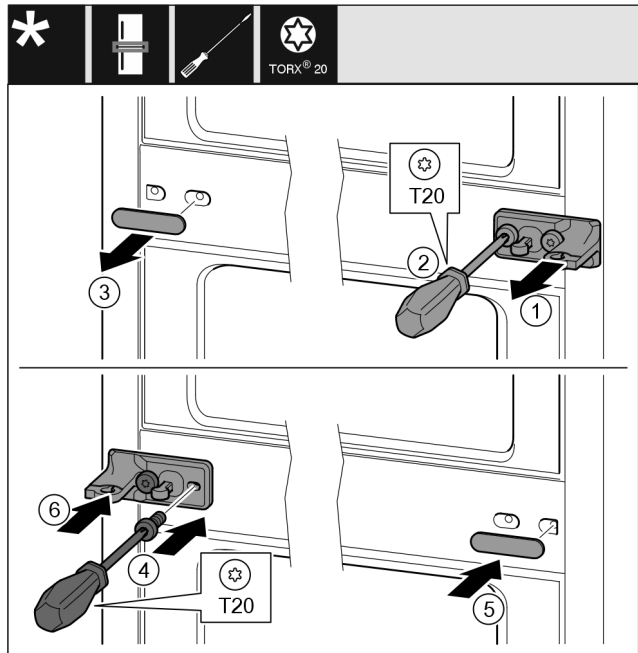

Fig. 29
- ▶ Extrageți șaiba Fig. 29 (1).
- ▶ Demontați șuruburile Fig. 29 (2) cu șurubelnița.
- ▶ Desprindeți cu precauție capacul Fig. 29 (3).
- ▶ Înșurubați ferm pe cealaltă parte suportul de lagăr cu folie Fig. 29 (4) rotit cu 180°.
- ▶ Atașați pe cealaltă parte capacul Fig. 29 (5) rotit cu 180°.
- ▶ Montați șaiba Fig. 29 (6) din față.